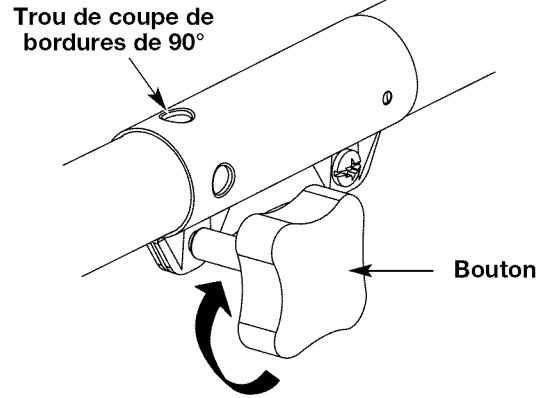

Fig. 18
3. Serrez le bouton en le tournant à droite (Fig. 18).
Pour couper les bordures à l'aide de la tête d'accessoire de coupe sur les modèle EZ-LinkMC, verrouillez le bouton de déclenchement de l'accessoire de coupe dans le trou de 90° (Fig. 18).